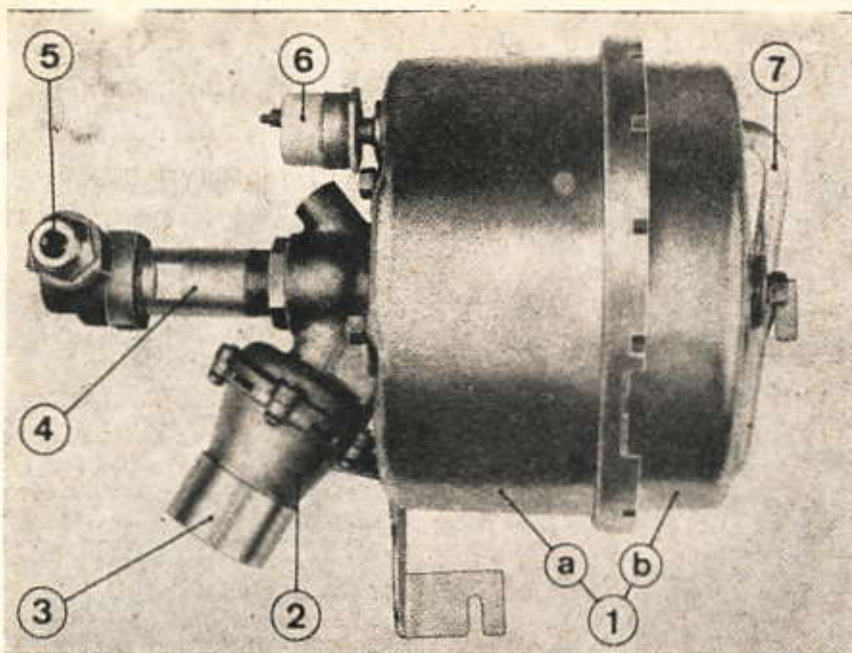

Fig. 99. — Servo-frein Hydrovac.
- un cylindre à dépression (1) (fig. 99) formé par deux demi-coquilles en tôle emboutie, entre lesquelles est serrée une membrane le séparant en deux chambres :